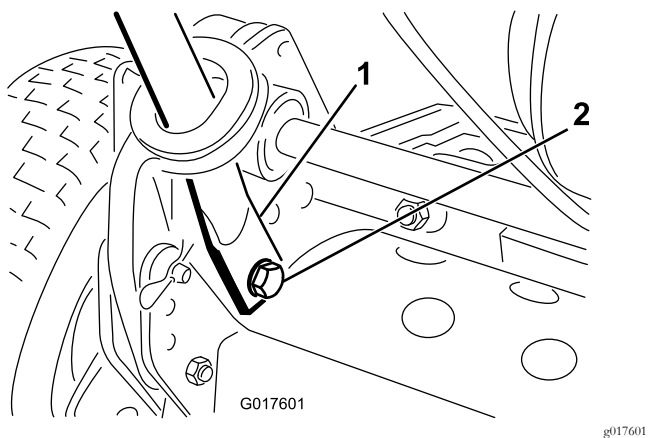

图3
- 向内挤压手柄端部并将其安装到安装销上图3。
- 用之前卸下的螺栓、垫圈和锁紧垫圈将手柄端部固定到安装销上图3。
- 用之前卸下的发卡销和环形销将手柄臂固定到机架后部图3。